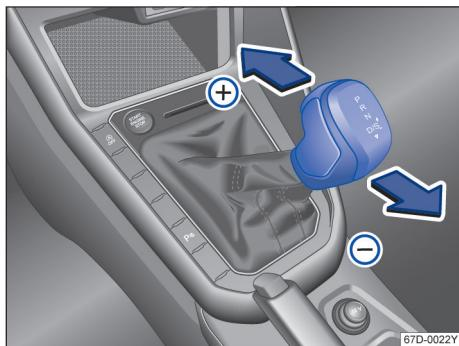

图 94 换挡杆在 Tiptronic 手动电控换挡程序位置上
- 向前 **(+)** 或向后 **(-)** 短促按压换挡杆，即可换高挡或降挡 → 图 94。
① 提示